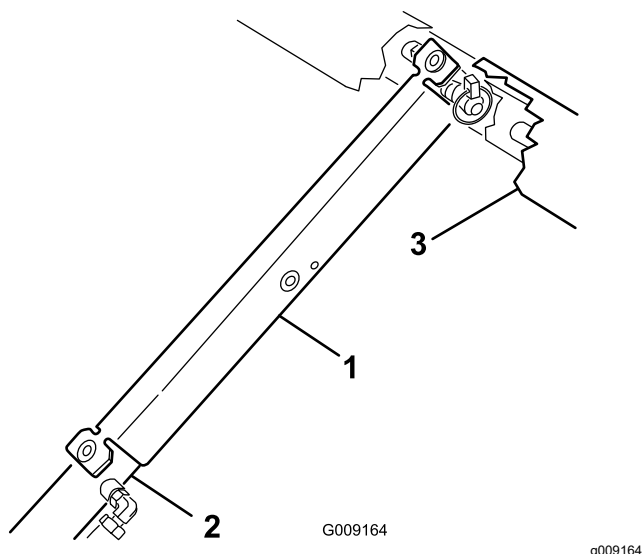

Figura 2
3. Empuje el soporte de la plataforma sobre la varilla del cilindro y asegúrese de que los extremos del soporte descansan sobre el extremo del cuerpo del cilindro y el extremo de la varilla del cilindro (Figura 2).